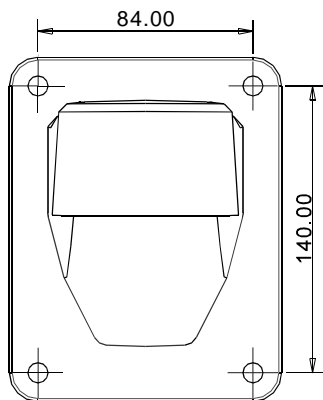

图10.2.2-1
1. 在安装的墙壁上，用壁挂支架作样板，画出钻孔的中心位置。(如图10.2.2-1所示)
2. 用冲击电钻在安装表面上钻4个M8金属膨胀螺栓的安装孔，安装孔的深度约为75mm，装上M8膨胀螺栓。(如图10.2.2-2所示)